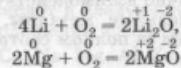

Рис. 116. Горение сурьмы в хлоре
В колбе, наполненной хлором, красиво вспыхивают и горят кристаллы измельченной сурьмы (рис. 116), образуя при этом смесь хлоридов сурьмы (III) и (V):